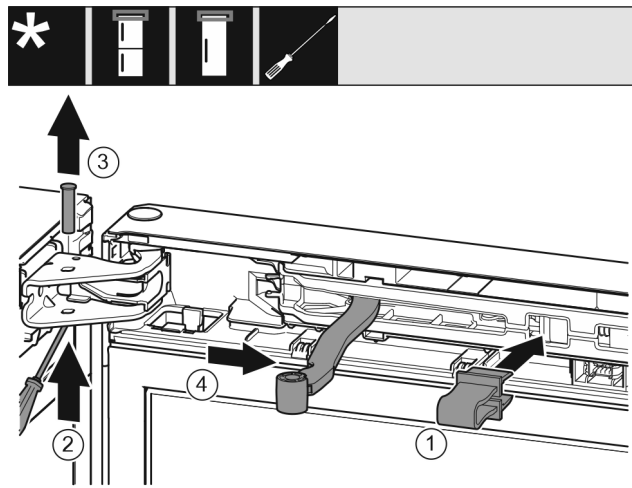

Fig. 9
► Poistku zaklapnite v otvore. Fig. 9 (1)
► Čap vysuňte skrutkovačom. Fig. 9 (2)
► Čap vyberte nahor. Fig. 9 (3)
► Kĺb otočte v smere dverí. Fig. 9 (4)